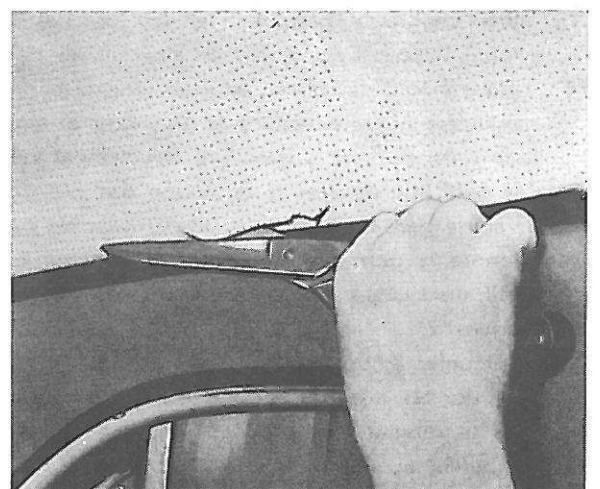

Figure 72. Découpage de la garniture du toit
2. Découper et enlever l'ancienne garniture du toit, figure 72.